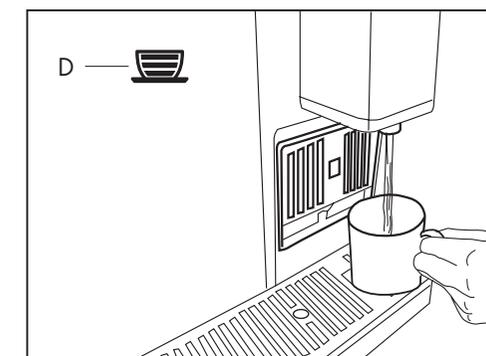

Fig.6
- Pulse la tecla (D) **(Fig. 6)** y espere el final de la salida. De este modo la máquina está enjuagada.